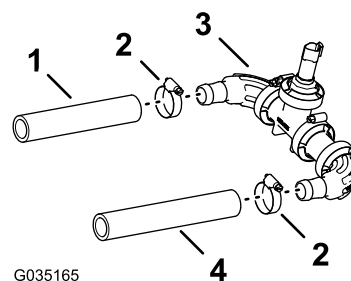

Figura 58
1. Montate il flessibile (1 x 7¼") sul raccordo dentellato a gomito del trasduttore di pressione e del collettore, come illustrato nella Figura 58.
2. Fissate il flessibile e i raccordi dentellati con una fascetta stringitubo (Figura 58).
3. Montate il flessibile (1" x 8½") sull'altro raccordo dentellato a gomito del trasduttore di pressione e del collettore, come illustrato nella Figura 58.
4. Fissate il flessibile e il raccordo dentellato con una fascetta stringitubo (Figura 58).